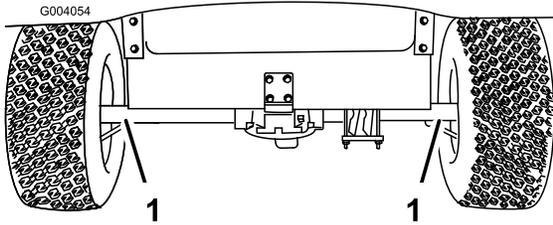
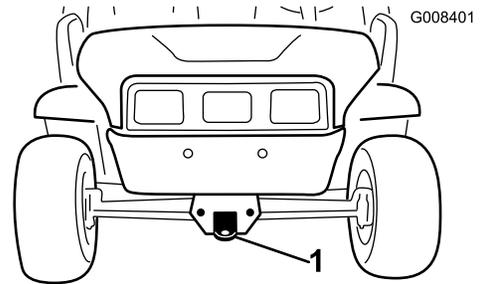

Bild 21
Bild 22
Benutzen Sie einen Anhänger, um das Fahrzeug über längere Strecken zu transportieren. Stellen Sie sicher, dass das Fahrzeug auf dem Anhänger befestigt ist. Beachten Sie für die Position der Vergurtungsstellen die Bilder Bild 21 und Bild 22.
2. Befestigen Sie ein Schleppkabel an der Lasche am vorderen Rahmen (Bild 22).